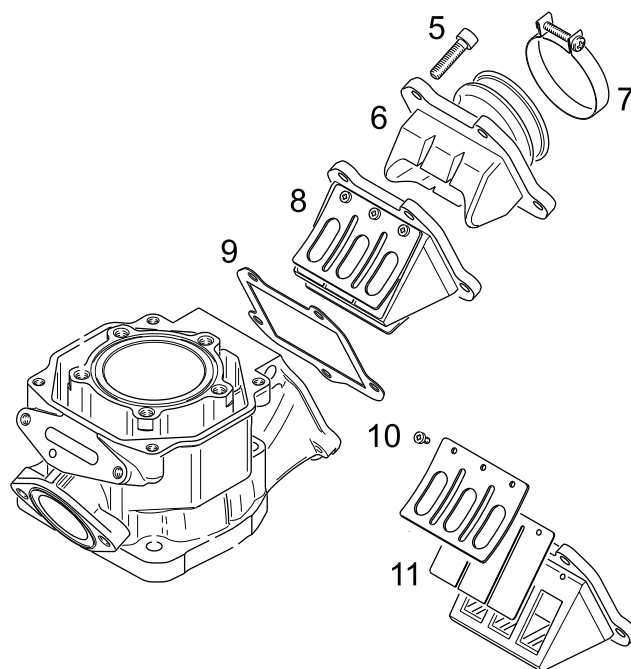

Bild 43
- ✓ Vergaserstutzen (6) auf Risse, Porosität oder Aufquellung untersuchen und gegebenenfalls erneuern (siehe Bild 43).
- ⇒ Neue Dichtung (9), Membranträger kpl. (8), Vergaserstutzen (6) mit Schlauchschelle (7) montieren und mit den Zylinderschrauben (5) mit dem vorgegebenen Drehmoment M15 am Zylinder befestigen (siehe Bild 43).